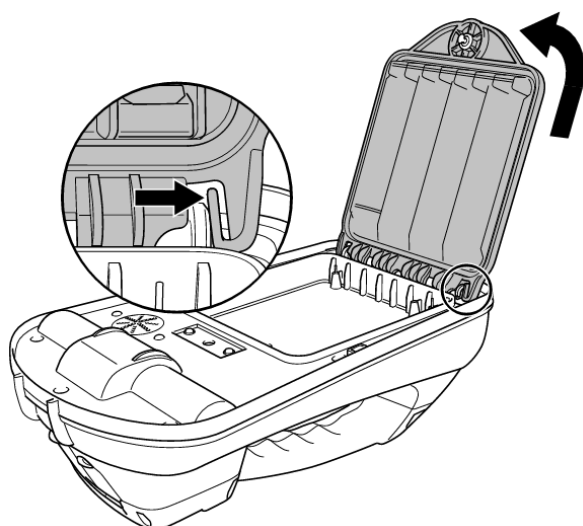

Figure 3.8 Retrait du compartiment d'alimentation du générateur d'impulsions acoustiques du RD510
- 3 Détachez les loquets de retenue (fig. 3.8) en appuyant doucement dessus, puis sortez le bloc-batterie.